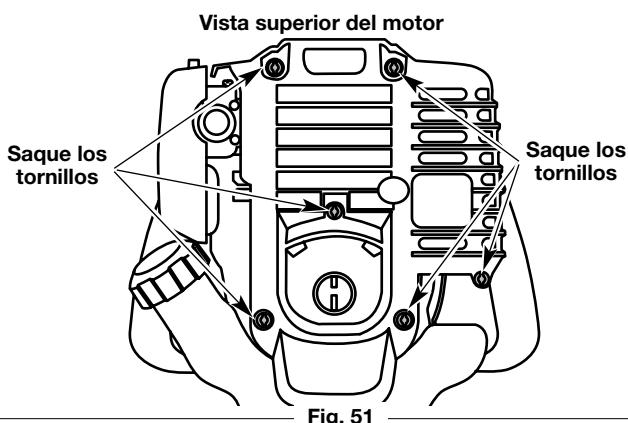

Fig. 51
1. Quite los dos (6) Tornillos de encima de la tapa del motor con un destornillador de pala o Torx #25 (Fig. 51).
4. Saque la cubierta del motor (Fig. 51).
1. Apague el motor y espere que se enfrie. Retire los seis (6) tornillos de la parte posterior de la tapa del motor con destornillador de cabeza plana o Torx No. T-25 (Fig. 51).